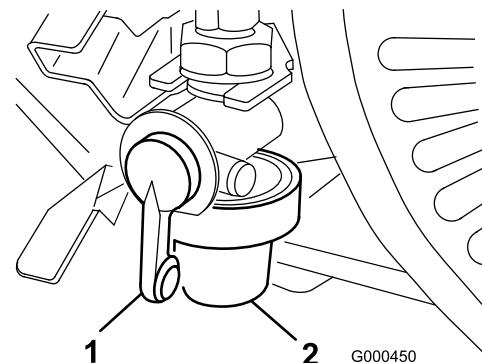

Figure 25
1. Fermez le robinet d'arrivée de carburant et dévissez la cuvette du corps du filtre (Figure 25).